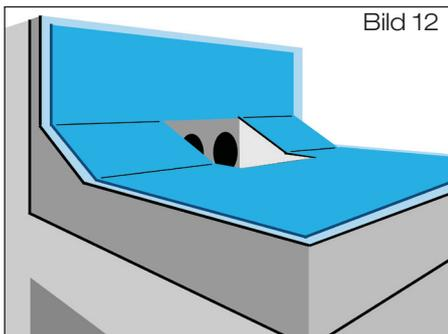

Bild 12
2.4 Anschlussmanschette bauseits aus vorhandener Bitumen-Dachdichtungsbahn, Größe: ca. 700 mm x 1000 mm, zuschneiden (Bild 12).